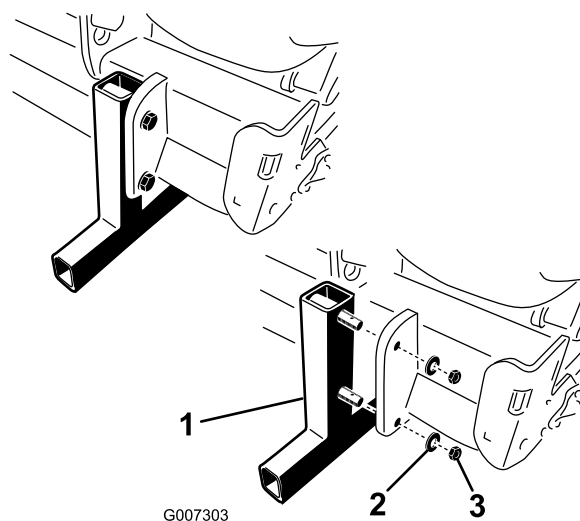

図 16
2. 保管用スタンドとエアレータとを接続しているナットとロック・ワッシャを取り外す（図 16）。
4. スタンドについているピンにリンチ・ピン（付属部品）を差し込んでおく（図 16）。